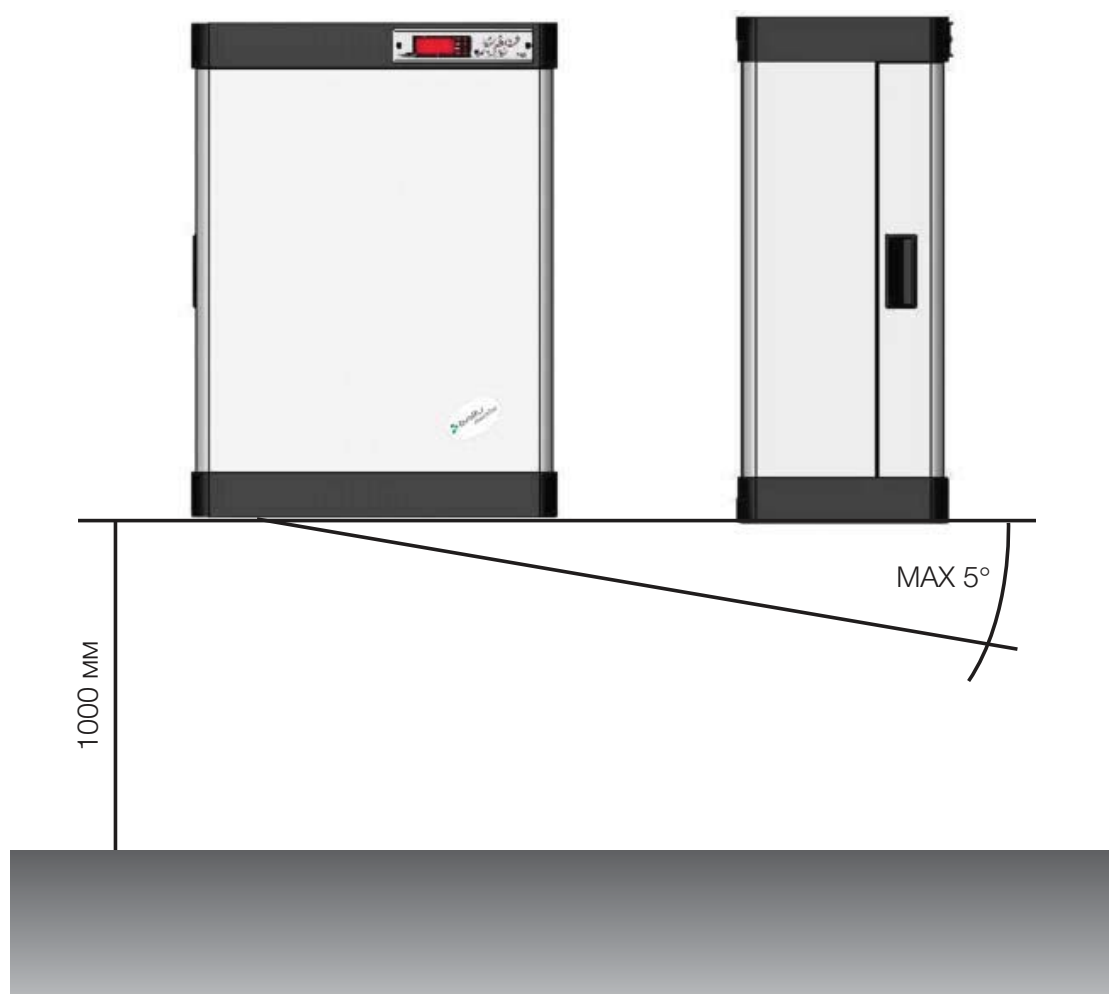
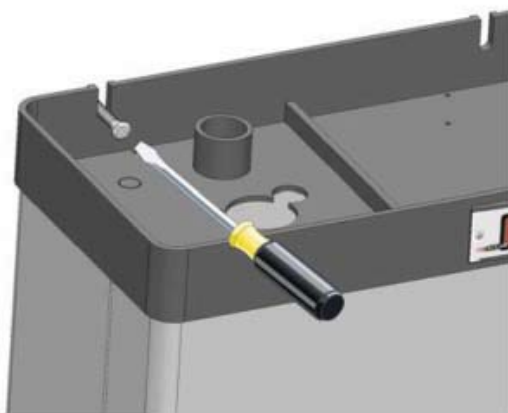

Рис. 1
Рис. 2
2. Укрепите увлажнитель воздуха на стене, желательно на высоте 1 метр над полом, и по уровню (рис. 1), используя 4 прорези для крепежных метизов на задней стенке (рис. 2 и 3).